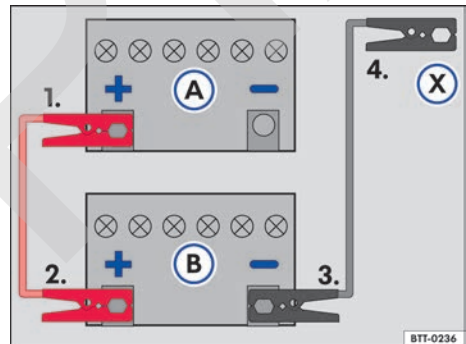

Fig. 175 Esquema para la conexión de los cables auxiliares de arranque: batería del vehículo descargada (A) y batería del vehículo que provee la corriente (B).
Legenda para → fig. 175:
- Conectar un extremo del cable de arranque auxiliar *rojo* al polo positivo → fig. 175 ⊕ del vehículo con la batería del vehículo descargada ① → ⚠.
- Conectar el otro extremo del cable de arranque auxiliar *rojo* al polo positivo ⊕ de la batería del vehículo que suministra corriente ②.
- Conectar una extremidad del cable de arranque auxiliar *negro* al polo negativo ⊖ de la batería que brinda corriente ③ al vehículo.
- Conectar el otro extremo del cable de arranque auxiliar *negro* ⊗ al vehículo con la batería del vehículo descargada en una pieza maciza de metal atornillada firmemente al bloque del motor o en el mismo bloque del motor - aunque no cerca de la batería ④ → ⚠.